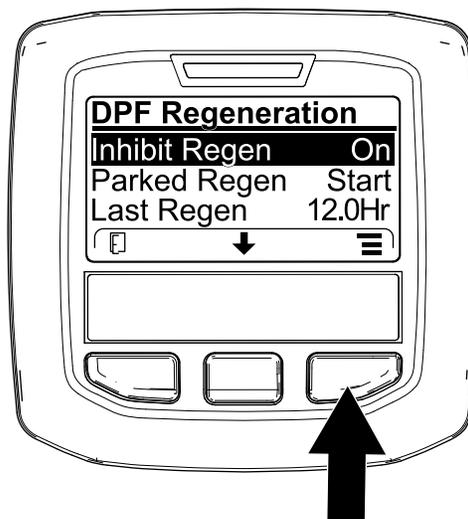
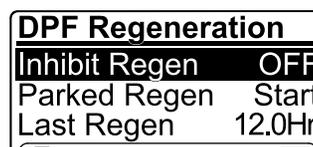

Рисунок 41
Рисунок 42
1. Перейдите в меню DPF Regeneration (Регенерация DPF), нажмите среднюю кнопку, чтобы перейти вниз к опции Inhibit Regen (ЗАПРЕТ РЕГЕНЕРАЦИИ), и нажмите правую кнопку, чтобы выбрать опцию Inhibit Regen (Запрет регенерации) (Рисунок 41).
2. Нажмите правую кнопку, чтобы изменить настройку запрета регенерации с On (Вкл.) на Off (Выкл.) (Рисунок 41) или с Off (Выкл.) на On (Вкл.) (Рисунок 42).